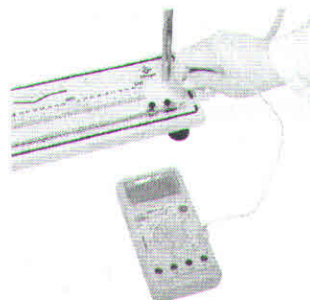

Figura 11
**O ponto 2:** Caso você possua um segundo medidor digital de temperatura, coloque o segundo termopar no pequeno orifício localizado no conjunto com conexão rápida (6) por onde se introduz a mangueira - **Figura 11.**